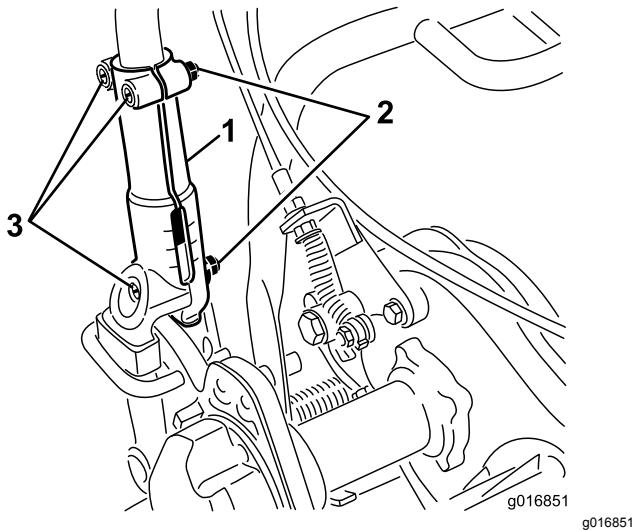

Figura 31
1. Retire los 3 pernos de cuello cuadrado y las tuercas que sujetan el manillar a las abrazaderas del manillar (Figura 31).